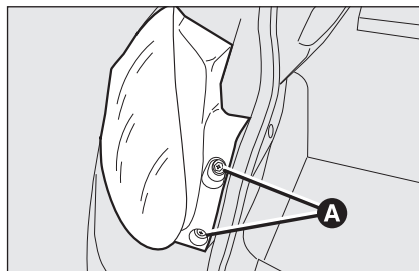

fig. 27
- ☐ abra el maletero, desenrosque los dos tornillos **A-fig. 27** de fijación del grupo óptico trasero;